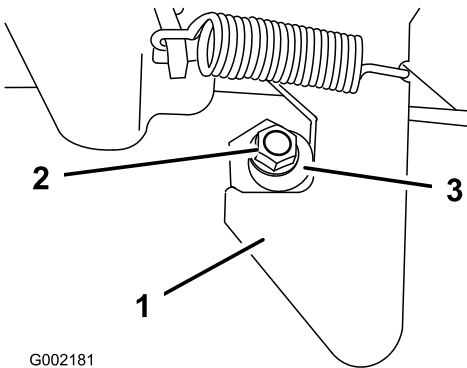

Bild 25
1. Lösen Sie die Mutter am Ende des Verriegelungspfosten (Bild 25).
2. Drehen Sie den Verriegelungspfosten nach rechts, bis er am Riegel anliegt. Ziehen Sie dann die Mutter fest (Bild 25).